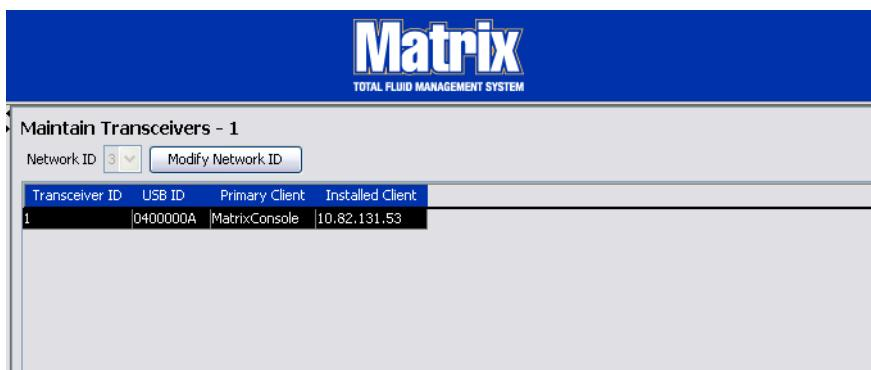

Рис. 61
- Если приемопередатчик подсоединен в порт USB на ПК, он автоматически добавляется в начало списка, и ему назначается первое доступное значение «Transceiver ID» [ИД приемопередатчика] (Рис. 61). В результате прерывания соединения или выключения приемопередатчик не исчезнет из списка, но любые операции через это устройство незамедлительно прекратятся.